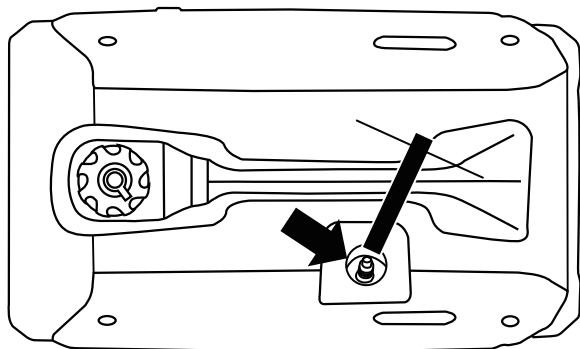

Figure 19: Dépose de la bougie d'allumage avec la clé à douille
6. A l'aide de la clé à douille pour bougie fournie, retirez la bougie de la culasse (voir Figure 19).